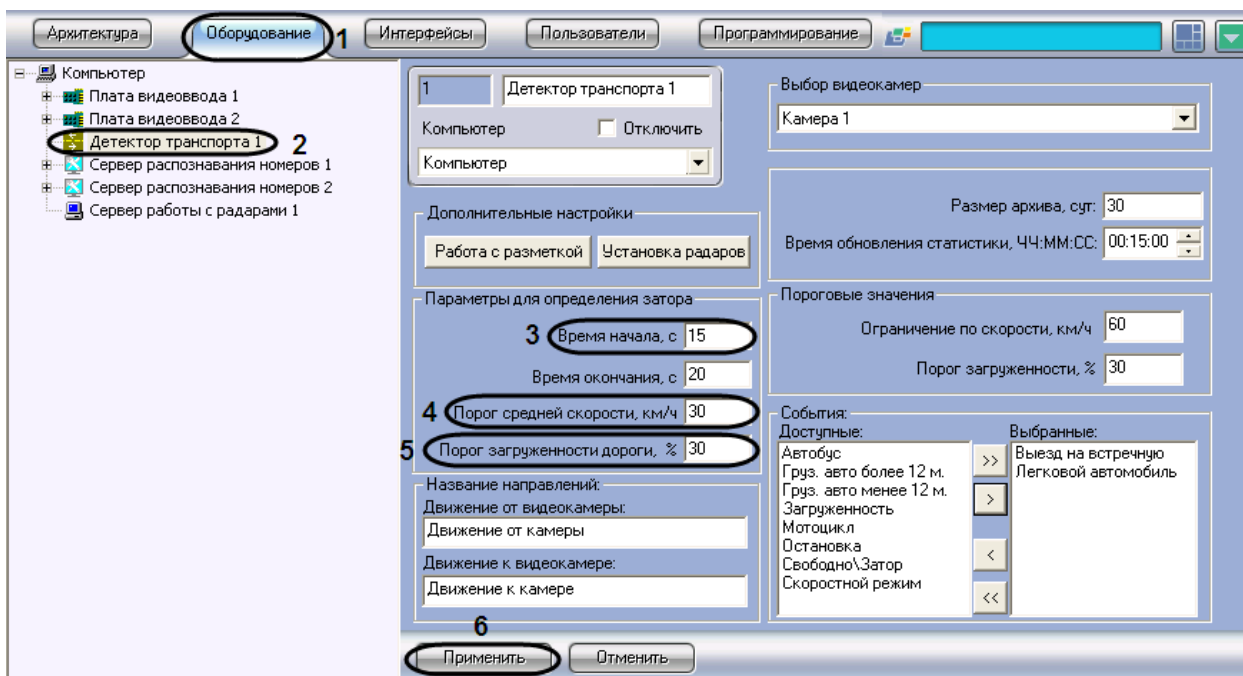

Рис. 7.4-16. Указание параметров образования затора на дороге
1. В диалоговом окне «Настройка системы» перейти на вкладку «Оборудование» (см. Рис. 7.4-16, 1).
2. В дереве объектов на вкладке «Оборудование» выбрать объект «Детектор транспорта», соответствующий настраиваемому программному модулю «Детектор транспорта» (см. Рис. 7.4-16, 2). В правой части вкладки «Оборудование» отобразится панель настройки выбранного объекта.
3. Указать период времени, в течение которого должны выполняться условия начала транспортного затора (см. Рис. 7.4-16, 3).
4. Указать минимальную среднюю скорость движения транспортного потока, до которой образование транспортного затора не возникает (см. Рис. 7.4-16, 4).
5. Указать процент загруженности дороги, выше которого возникает вероятность возникновения транспортного затора (в том случае, если другие параметры удовлетворяют условиям возникновения транспортного затора) (см. Рис. 7.4-16, 5).
6. Нажать кнопку «Применить» (см. Рис. 7.4-16, 6).